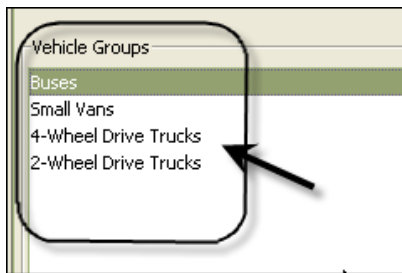

图 153
- 您在第 3 步（上面）中创建的车辆组名称被添加到显示在屏幕车辆组一侧的车辆组列表上。图 153 中列出四个车辆组：客车、小货车、2 轮驱动卡车和 4 轮驱动卡车。